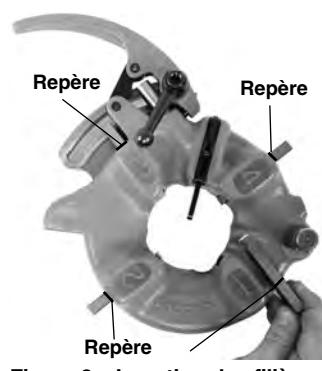

Figure 9 – Insertion des filières
6. Insérez les filières appropriées (chiffre en haut) en les enfonçant jusqu'à ce que leur repère arrive à fleur du rebord de la tête (*Figure 9*). Les chiffres des filières doivent correspondre à ceux des logements correspondants de la tête de filière. Remplacez systématiquement le jeu de filières au com-